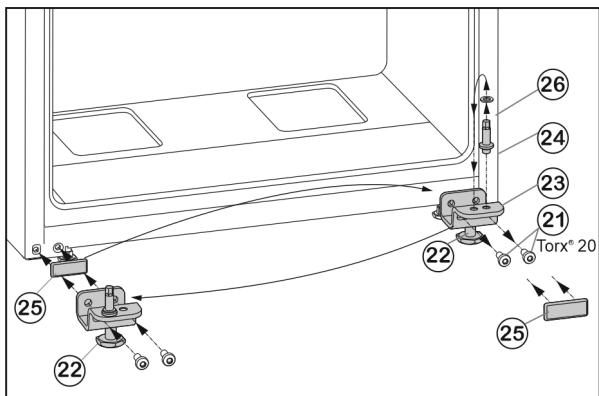

Fig. 7
- ▶ Keerake kinnituskruvid Fig. 7 (21) välja.
- ▶ Võtke alumine laagripukk Fig. 7 (23) tervikuna koos laagripoldi Fig. 7 (24), seibi Fig. 7 (26) ja seadejalaga Fig. 7 (22) maha.
- ▶ Keerake laagripolt Fig. 7 (24) tervikuna koos seibiga Fig. 7 (26) välja, paigutage vastasküljel laagripuki kinnitussavasse ümber ning kruvige taas kinni.
- ▶ Võtke katteplaat Fig. 7 (25) ettevaatlikult maha ja paigutage vastasküljele ümber.
- ▶ Kruvige alumine laagritugi Fig. 7 (23) tervikuna koos laagripoldi Fig. 7 (24), seibi Fig. 7 (26) ja seadejalaga Fig. 7 (22) akutrelli kasutades uuel šarniiriküljel uuesti tugevasti (4 Nm) külge.
- ▶ Asetage uks ülaltpoolt laagripoldile Fig. 7 (24).
- ▶ Keerake seadejalga Fig. 7 (22) alumisest laagritoest Fig. 7 (23) välja, kuni ta toetub vastu põrandat.